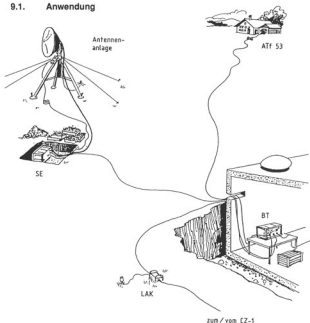

Fig 15 - Richtstrahlstation R-915, Aufstellungsbeispiel
- 178 Fig 15 gibt einen Überblick über eine installierte Station, bestehend aus Bedienungsteil BT, Sender-Empfänger SE, Antennenanlage und Zubehör. Im vorliegenden Fall ist die ganze Richtstrahlstation transportabel. Die transportable Ausrüstung besteht aus acht tragbaren Einheiten, sogenannten Traglasten, und wiegt rund 210 kg (siehe Fig 16).